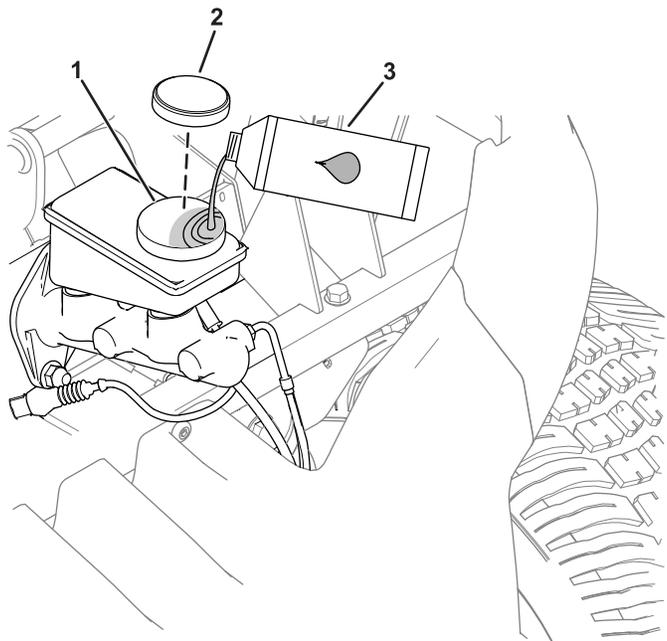

図 53
1. フードを外してブレーキのマスターシリンダとブレーキ液タンクにアクセスできるようにする 図 53。
- A. ウェスでタンクのキャップの周囲をきれいに拭いてキャップ外す 図 53。
- C. タンクにキャップを取り付ける 図 53。